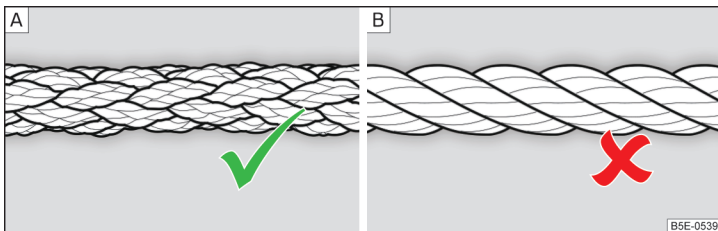

Fig. 179 Cablul de tractare împletit / cablul de tractare spiralat
Pentru tractarea cu ajutorul unui cablu se va utiliza numai un cablu de tractare din fibre sintetice, împletit » fig. 179 - [A] » [I].
- La tractare nu utilizați cablu de tractare înfășurat » fig. 179 - [B], cârligul de tractare s-ar putea desface la autovehicul - există pericol de accident.